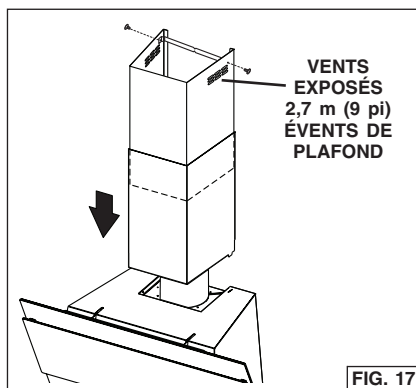

FIG. 17
- Les événements sont exposés si le plafond a une hauteur de 2,75 m (9 pi). Fig. 17.